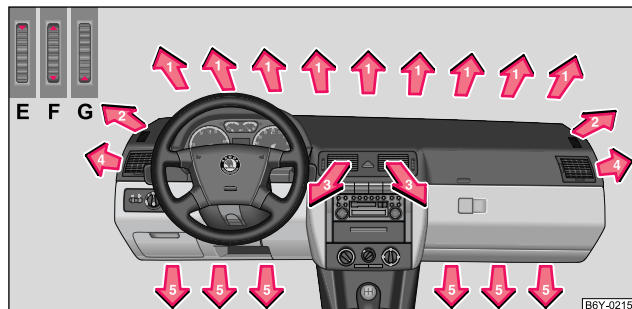

Abb. 79 Luftaustrittsdüsen
- Luftaustrittsdüsen **4** → Seite 90, Abb. 79 öffnen und zur Seitenscheibe richten.
- Luftaustrittsdüsen 3 und 4 ⇒ Abb. 79 öffnen
- **Luftaustrittsdüse voll geöffnet** - senkrecht Rändelrad in Position F ⇒ Seite 90, Abb. 79